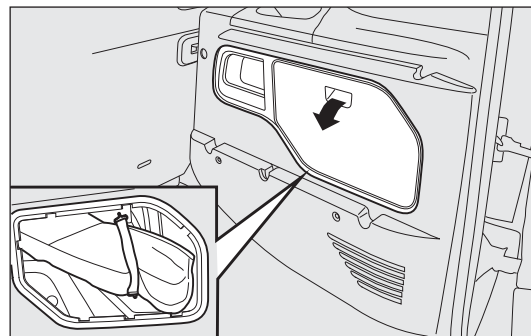

fig. 130
- ☐ para versiones Doblò/Doblò Combi fig. 130: abra las puertas traseras, en la parte derecha posterior del compartimento, retire la bolsa de herramientas desenganchando el elástico de la hebilla y póngala al lado de la rueda que se tiene que sustituir;